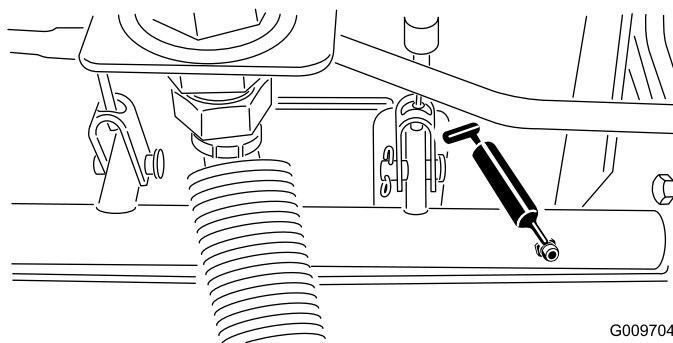

Figure 81
- Roulements d'axes de pivots de freins (5) (Figure 81)